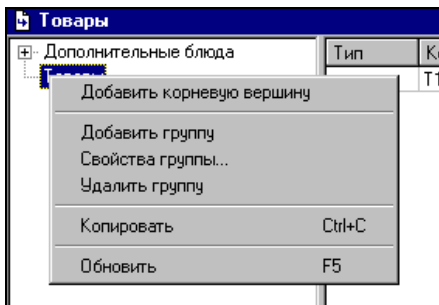

Рис. 37
- ✓ Вызовите всплывающее меню в левой части словаря товаров, см. Рис. 37.
- ✓ Вызовите всплывающее меню (см. Рис. 37).